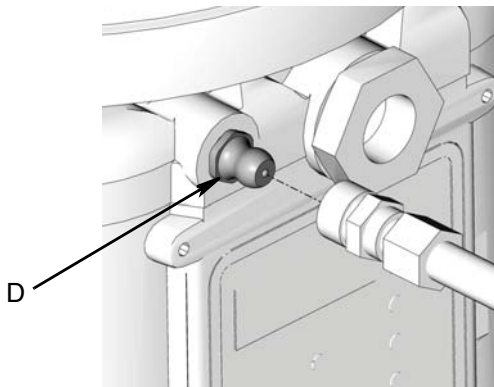

FIG. 19
- Toujours nettoyer le raccord (D) (FIG. 19) avec un chiffon propre et sec avant de remplir le réservoir. La poussière et/ou des débris peuvent endommager la pompe et/ou le système de lubrification.
1. Brancher le tuyau de remplissage au raccord d'admission (FIG. 19).